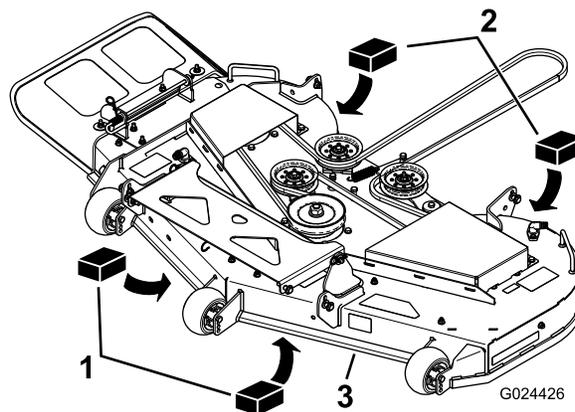

Figura 63
3. Coloque dos bloques de 6.6 cm (2-5/8") de grosor debajo de cada lado del borde delantero de la carcasa, pero no debajo de los soportes de los rodillos protectores del césped (Figura 63).
4. Coloque dos bloques de 7.3 cm (2-7/8") de grosor debajo del borde trasero del faldón de la carcasa de corte, uno en cada lado de la carcasa de corte (Figura 63).